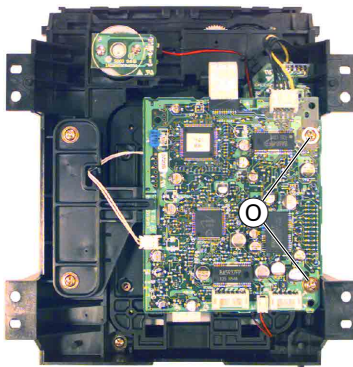

Fig. 5
- 2 Schrauben **ⓐ** (Fig. 5) herausdrehen und Laufwerk-Platte abnehmen.
- Undo the 2 screws **ⓐ** (Fig. 5) then remove the drive board.